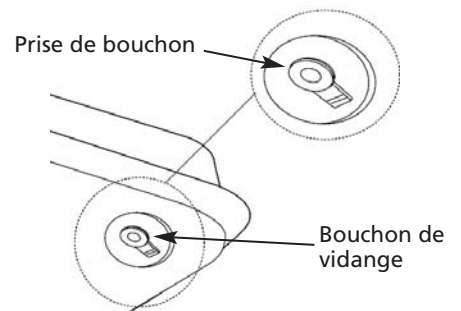

Figure 12 – Enlèvement du bouchon de vidange
1. Enlever le bouchon de vidange du côté arrière inférieur du réservoir de carburant en tirant la prise du bouchon vers le bas et vidanger. Voir la Figure 12.